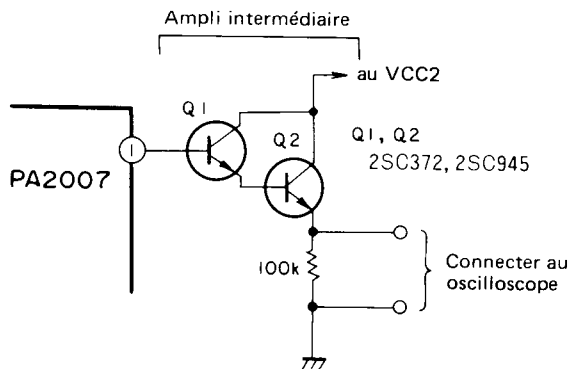

Fig. 14-6 Connexion de l'amplificateur intermédiaire
2. Brancher un amplificateur intermédiaire sur la broche 1 du CI PA2007 et connecter la sortie à un oscilloscope (Fig. 14-6).